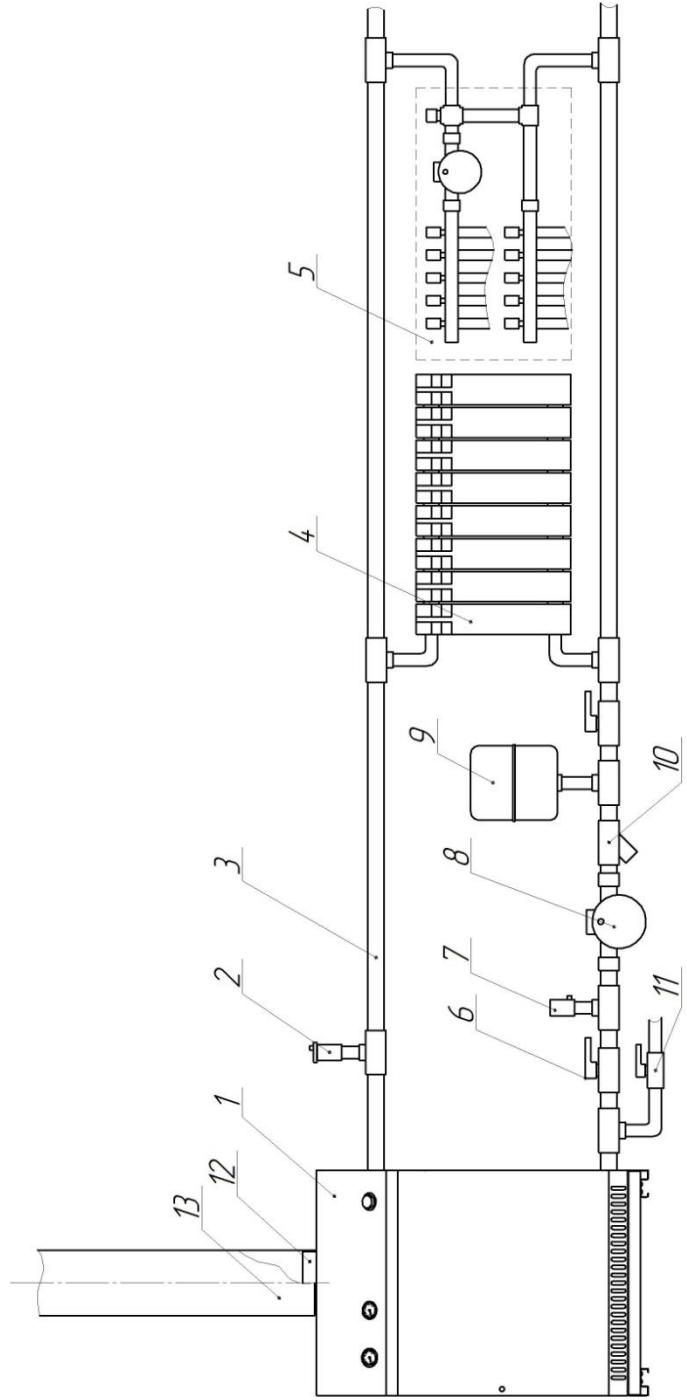

Рис.5 Рекомендуемая схема системы отопления
8.1. По своим конструктивным данным котел рекомендуется использовать в системе отопления с принудительной циркуляцией теплоносителя, то есть с установкой насоса (рис. 5).
8.4. Система должна быть полностью заполнена теплоносителем, автоматический вывод воздуха происходит по средствам воздушного клапана (поз.2 рис.5), вывод воздуха из радиаторов отопления (поз.4 рис.5)
8.6. Подготовка циркуляционного насоса (поз.8 рис.5) к работе и его техническое обслуживание:
8.7. При работе системы отопления краны (поз.6 рис.5) на трубопроводе должны быть открыты.
- 8.8. В обратный трубопровод отопления присоединяется расширительный бак закрытого типа (поз.9 рис.5). Подбор расширительного бака необходимо вести с учетом объема теплоносителя в котле плюс в отопительной системе, принять бак объемом не менее 10% от этой суммы. Допускается установка бака открытого типа в подающий трубопровод.
- 8.9. Обязательно установить в систему предохранительный клапан (поз.7 рис.5) с величиной срабатывания не более 0,4 МПа, допускается его установка в составе группы безопасности.
- 9.1. При присоединении дымоотводящего канала к котлу, труба (поз.13 рис.5) должна плотно одеваться на обечайку (поз.12 рис.5) дымохода котла. Допускается уплотнить щель огнестойким материалом (глина, базальтовый картон и т.п.).
- медленно долить в систему открытием крана (поз.11 рис.5);